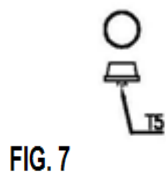

FIG. 7
Kökskåpan är utrustad med en motor med flera hastigheter. Vi råder dig att använda den lägsta hastigheten i vanliga förhållanden och de andra hastigheterna i situationer som innebär starka koncentrationer av lukter och os. Vi råder dig dessutom att sätta igång kökskåpan när du börjar laga maten och låta den vara igång tills lukterna försvunnit. Kontrollerna är utrustade med knappar för att tända TL-lamporna, för att sätta på motorn och välja funktionshastighet T1-T2-T3-T4 och för att tända lamporna med infrarött sken (i versionen i Fig.7) T5 eller för att tända de två lamporna med infrarött sken (i versionen i Fig.8) T5 lampa DX och T6 lampa SX.
Kjøkkenviften har en motor med flere hastigheter. Bruk lav hastighet under normale forhold, og de andre hastighetene hvis det utvikles mye stekeos. Slå på kjøkkenviften når matlagingen starter, og la den stå på helt til all stekeosen er forsvunnet. Apparatet har en knapp for å slå på lyset (TL), og knapper for å slå på motoren og velge hastighet (T1, T2, T3 og T4). Versjonen vist på fig. 7 har en knapp for å slå på det infrarøde lyset (T5), mens versjonen vist på fig. 8 har to knapper for å slå på høyre (T5) og venstre (T6) infrarøde lys.